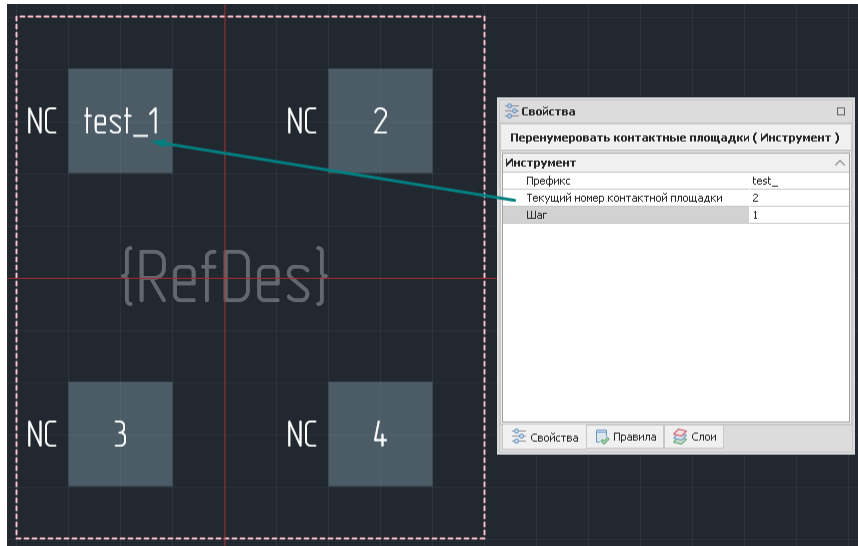

Рис. 128 Начало переименования контактных площадок
4. Указанной контактной площадке присвоится новый номер с учетом настроенных параметров, определенных на панели «Свойства», см. Рис. 128.
**Пример!** На Рис. 128 зеленые стрелки отображают очередность перемещения при переименовании контактных площадок.